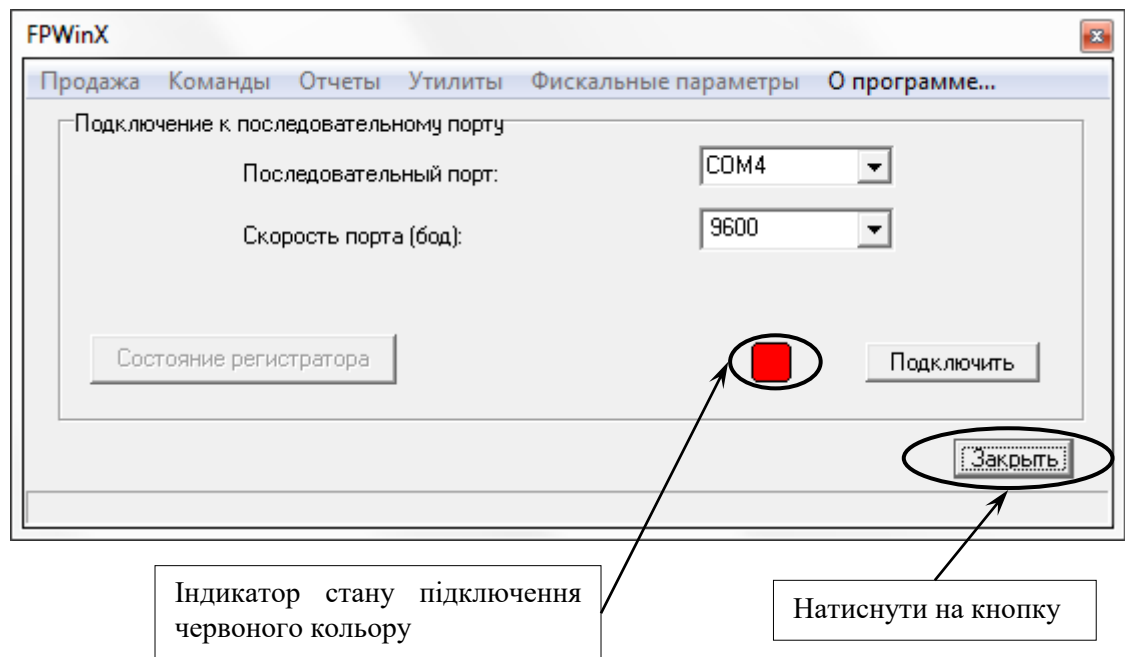

Рисунок 37
– у вікні програми «FPWinX.exe» індикатор стану підключення змінить колір на червоний (рисунок 37).
– закрити програму «FPWinX.exe» (рисунок 37);